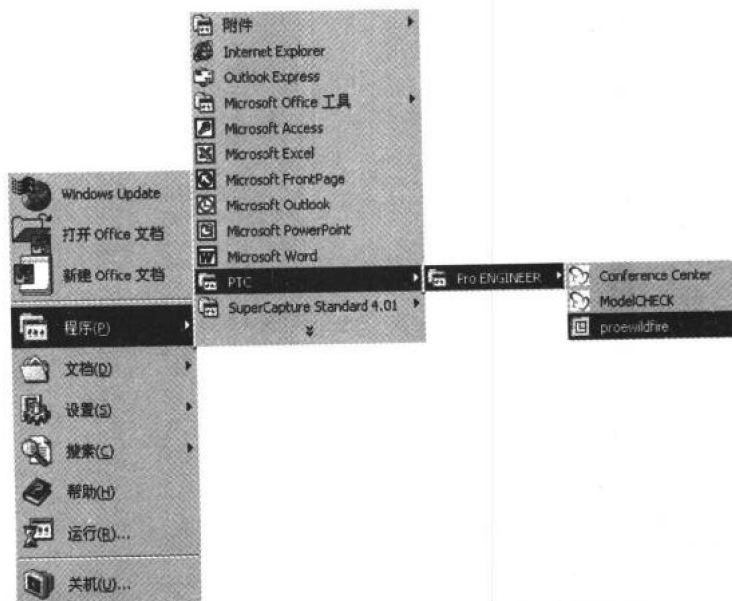

图 1.1 启动 Pro/ENGINEER Wildfire 操作
(1) 如图 1.1 所示，选择“开始”->“程序”->“PTC”->“Pro ENGINEER”->“proewildfire”命令，即可启动 Pro/ENGINEER Wildfire。